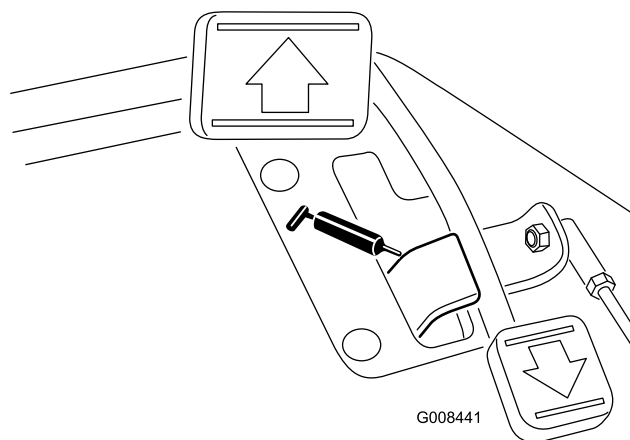

Figure 36
- Pivot de pédale de déplacement (1) (Figure 36)